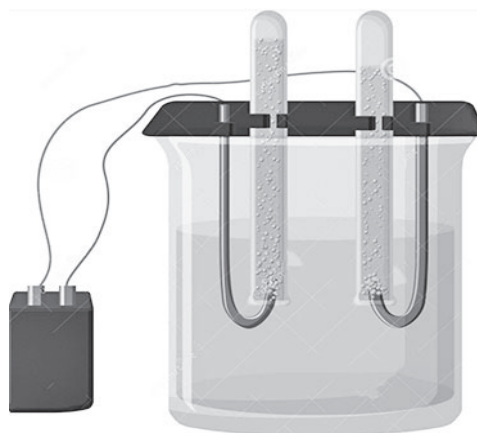

Figura 8. Sistema de electrólisis del agua.
- Arme el aparato de electrólisis del agua (véase figura 8). Tome la taza plástica y abra en el fondo 2 agujeros a una distancia de 2 cm entre cada uno. En cada agujero ponga un chinche